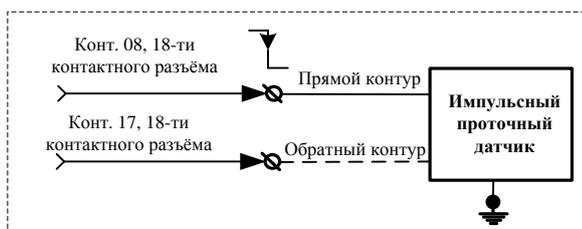

Рисунок 11 - Подключение импульсного датчика расхода топлива
- подсчитывание импульсов на входе (рисунок 11).